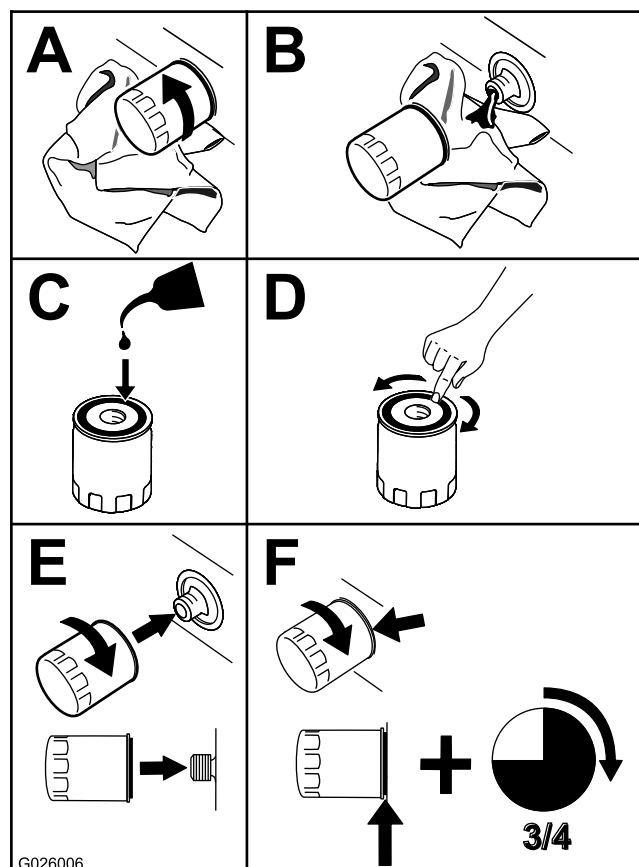

Figura 33
3. Sustituya el filtro de aceite del motor (Figura 33).